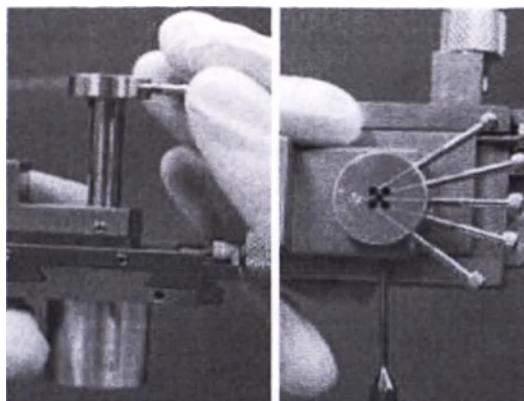

Рисунок 36: Установка адаптера Bengun на установочную платформу (показана конфигурация «Х»)
11. Установите адаптер электродов Bengun на установочную платформу (рисунок 36) в конфигурации соответствующей конфигурации держателя электродов (конфигурация «Х» или конфигурация «+»).